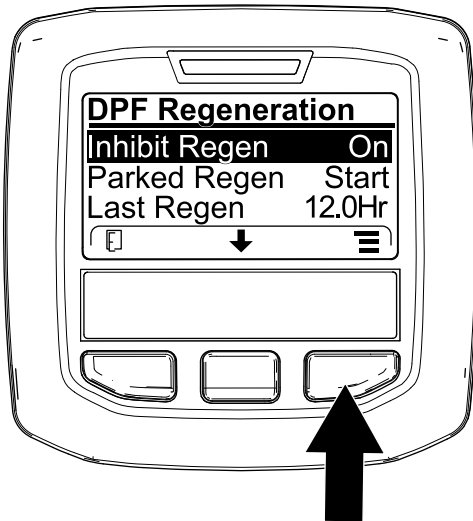
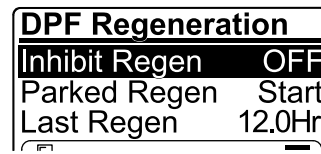

Bild 40
Bild 41
1. Navigieren Sie auf das Menü „DPF Regeneration“, drücken Sie die mittlere Taste und navigieren Sie auf die Option INHIBIT REGEN.; drücken Sie die rechte Taste, um den Eintrag „Inhibit Regen.“ auszuwählen (Bild 40).
2. Drücken Sie die rechte Taste, um die Einstellung für das Verhindern der Regenerierung von „On“ in „Off“ (Bild 40) oder von „Off“ in „On“ (Bild 41) zu ändern.